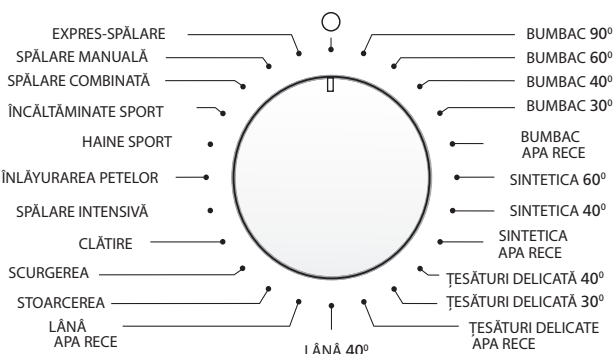

Figura 2 – Mânerul de alegere a programului de spălare
1.1.2 Selectorul este folosit pentru pornirea / oprirea mașinii și alegerea programului de spălare, în conformitate cu figura 2. În jurul selectorului sunt imprimate denumirile programelor și simbolul ○. Selectorul se rotește în ambele direcții (în sensul acelor de ceasornic sau în sensul contrar acelor de ceasornic), și se fixează la diviziunea corespunzătoare a programului selectat. La fixarea selectorului la simbolul ○ mașina se oprește.
1.3.2 Pentru a porni mașina fixați selectorul în conformitate cu figura 2 la diviziunea programului de spălare necesar — se aprind indicatorii operației de spălare a programului selectat.